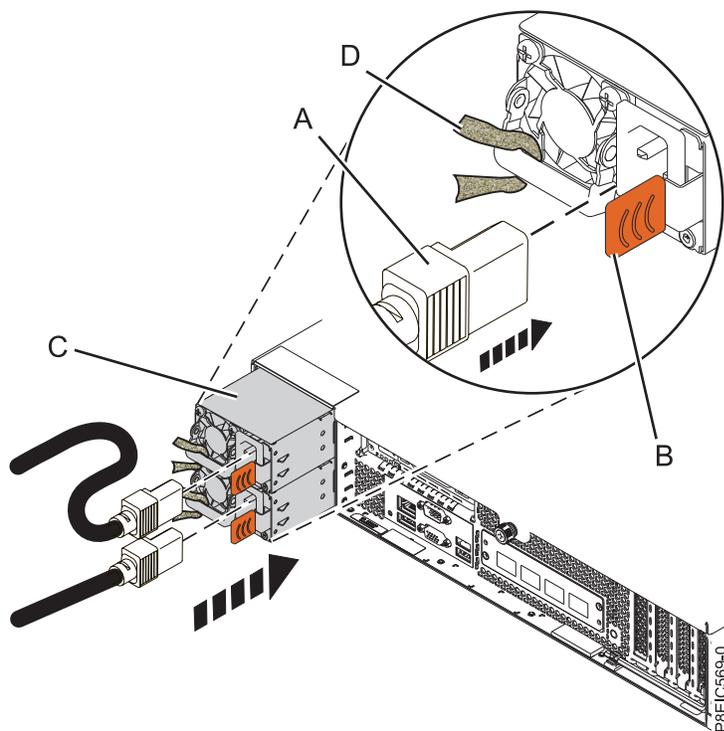

Figura 59. Substituindo a fonte de alimentação no sistema
1. Alinhe a fonte de alimentação (C) com o compartimento e deslize a fonte de alimentação para dentro do sistema até que a trava (B) trave no lugar. Consulte a Figura 59.
- a. Conecte o cabo de energia à fonte de alimentação, conforme mostrado na Figura 59.